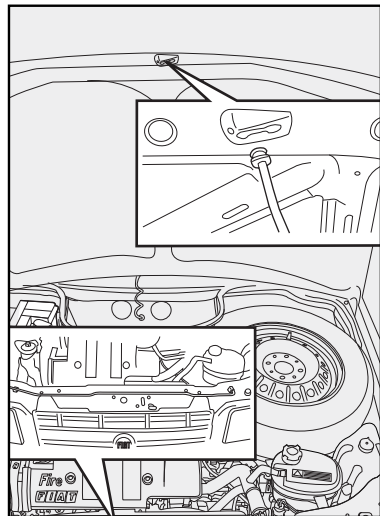

fig. 74
3) Levante el capó por la parte central y al mismo tiempo, suelte la varilla de fijación **fig. 74** de su dispositivo de bloqueo.
1) Manténgalo levantado con una mano y con la otra quite la varilla **fig. 74** del alojamiento y colóquela en su dispositivo de bloqueo.